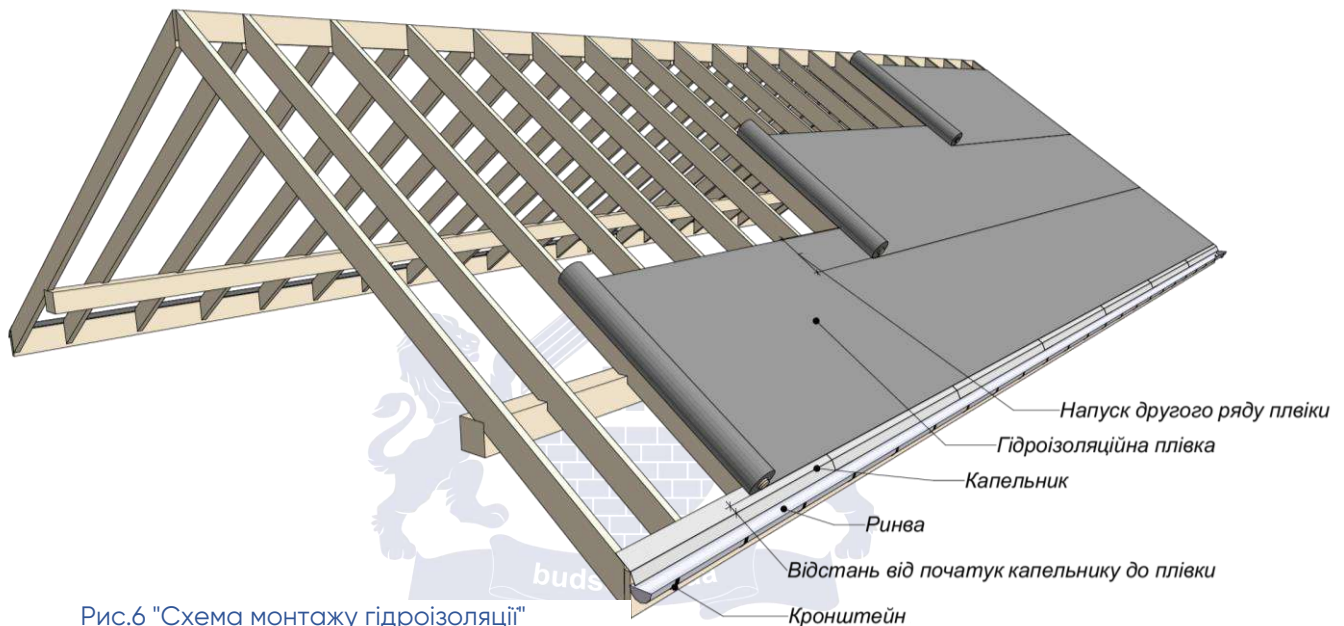

Рис.6 "Схема монтажу гідроізоляції"
- Монтаж гідроізоляційної плівки починається після монтажу кронштейнів ринви і монтажу капельника (Рис. 6).
- Напуск верхнього рулону позначений лінією на рулоні (близько 10 см). Якщо кут нахилу даху становить менше 22° , напуск (Рис. 6) має становити 15-20 см, або він має буди проклеєний.